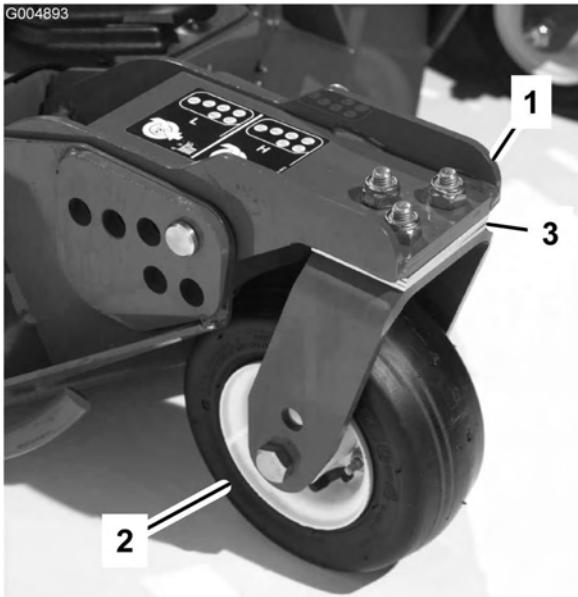

Figura 82
- Togliete le viti a testa cilindrica e i dadi che fissano il braccio della ruota orientabile alla forcella (Figura 82).